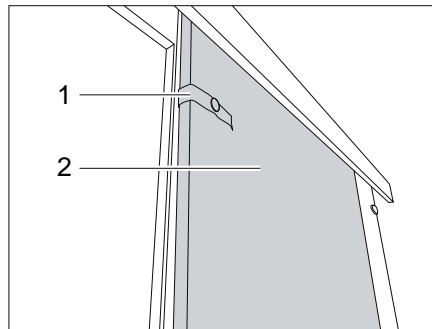

Fig. 149 Puerta corredera
- Soltar la cinta de seguridad (Fig. 149,1).
- Empujar la puerta corredera (Fig. 149,2) a la posición de cierre.
- Dirigir la puerta corredera (Fig. 149,2) a la posición de apertura.
- Fijar la puerta corredera con la cinta de seguridad (Fig. 149,1).